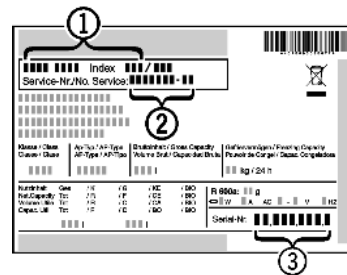

Fig. 21
- ▶ Označení přístroje *Fig. 21 (1)*, servisní číslo *Fig. 21 (2)* a sériové číslo *Fig. 21 (3)* naleznete na typovém štítku. Identifikační typový štítek je umístěn na levé vnitřní stěně přístroje.
- ▶ Informujte zákaznický servis a sdělte poruchu, označení přístroje *Fig. 21 (1)*, servisní číslo *Fig. 21 (2)* a sériové číslo *Fig. 21 (3)*.